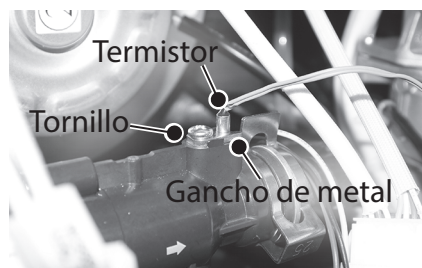

Figura 67 - Retiro del termistor de entrada de agua
- 24** Ubique el tornillo que fija el termistor de entrada de agua y el gancho al sensor de flujo como se muestra en la Figura 67. Retire el tornillo y el gancho. Deje el tornillo a un lado en un lugar seguro para volver a instalarlo. Deseche el gancho de metal.
- 29** Instale el nuevo termistor de entrada de agua y la junta tórica en el calentador de agua. Consulte la Figura 67. Fije con el nuevo gancho de metal y el tornillo que se retiró en el Paso 24.